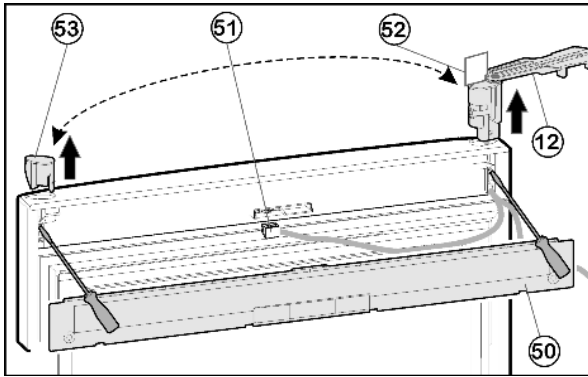

Fig. 10
- ▶ Снимите крышку *Fig. 10 (50)* на дверце с помощью отвёртки.
- ▶ Отсоедините разъем *Fig. 10 (51)*.
- ▶ На верхней дверце поверните опорный кронштейн *Fig. 10 (12)* наружу параллельно краю дверцы.
- ▶ При помощи отвертки вытолкните опорный кронштейн *Fig. 10 (12)* снизу и снимите с двери вместе с кабелем.
- ▶ Извлеките пробку *Fig. 10 (53)* снизу при помощи отвертки и вставьте на другой стороне.
- ▶ Проденьте кабель опорного кронштейна *Fig. 10 (12)* на противоположной стороне и установите опорный кронштейн.
- ▶ Снимите шаблон *Fig. 10 (52)* и закрепите на опорном кронштейне.
- ▶ Вставьте разъем *Fig. 10 (51)*.
- ▶ Зафиксируйте крышку *Fig. 10 (50)* на дверце.